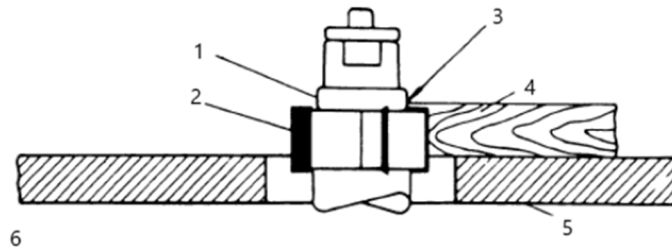
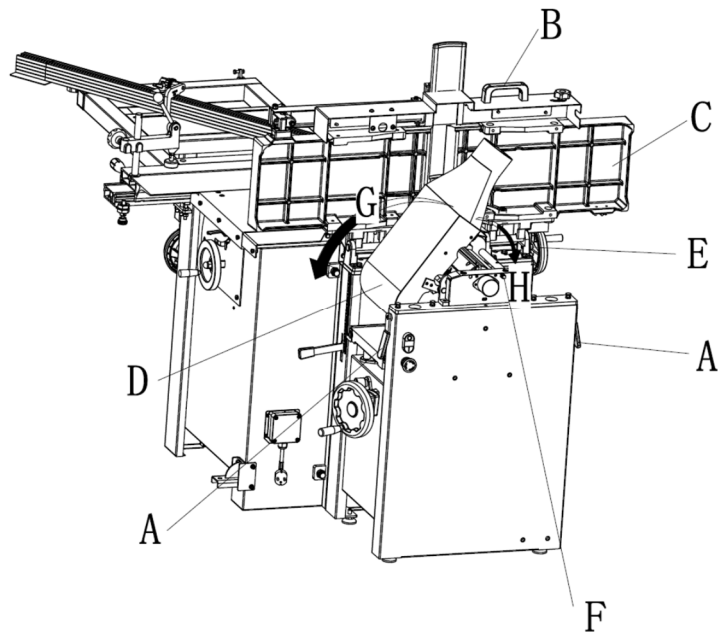

Abbildung 4
Abbildung 11
3. Ein Teil der Werkstückkante muss vom Fräser unberührt bleiben, damit der Bund eine ausreichende Auflagefläche hat. Abbildung 4 zeigt ein Beispiel für eine unzureichende Auflagefläche.
1. Lösen Sie beide Schranktischverriegelungen (A), indem Sie die Griffe in Richtung des Bedieners drehen und dann von der Maschine wegziehen.
2. Heben Sie den Tisch (C, Abbildung 11) mit Hilfe des Griffs (B) an.
In angehobenem Zustand sollte sich der Tisch in der senkrechten Position befinden, wie in Abbildung 4 (C) dargestellt. Die Verriegelung (E, Abbildung 11) sollte eingerastet sein und den Tisch vor einem versehentlichen Sturz nach vorne schützen.
3. Stellen Sie den Staubschacht (D, H, Abbildung 11) nach rechts. Seien Sie äußerst vorsichtig, um den Kontakt mit den Messerkopfmessern zu vermeiden.
Siehe Abbildung 11. Um die Maschinenkonfiguration von Hobelmaschine auf Abrichtmaschine zu ändern: